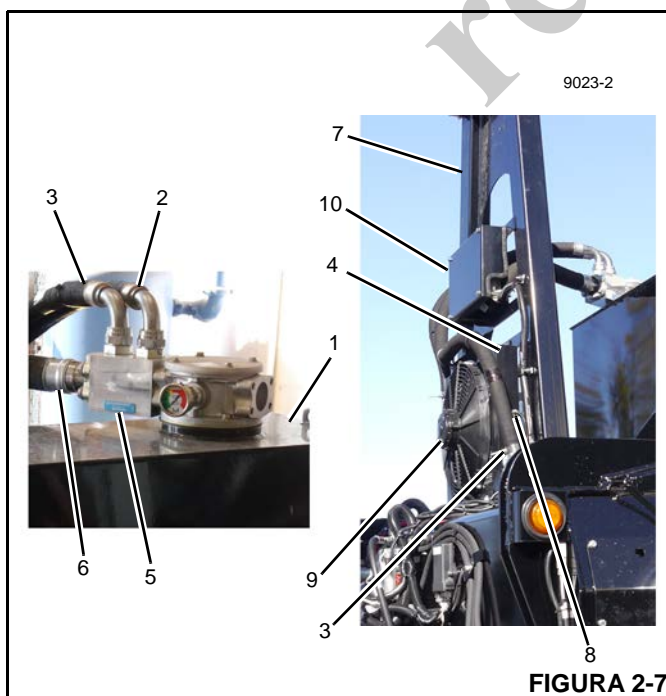

FIGURA 2-7
Hay un enfriador de aceite hidráulico (4, Figura 2-7) ubicado en el apoyo de la pluma (7). El circuito de retorno del enfriador de aceite hidráulico se encuentra paralelo con el circuito de retorno del depósito (6). Los circuitos de entrada del enfriador de aceite hidráulico (2) y de retorno/salida (3) pasan a través del bloque de derivación (5) en la parte superior del depósito de hidráulico (1). Una válvula de retención de 206 kPa (30 psi) en el bloque de derivación regula el caudal a través del enfriador de aceite. Cuando el aceite hidráulico está frío, la mayor parte del aceite retorna directamente al depósito. A medida que el aceite se calienta y se torna más delgado, más aceite pasa por el enfriador.